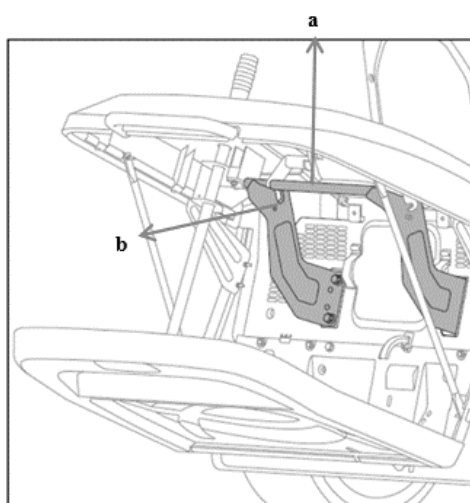

Fig.7P
2. Lungo il bordo posteriore del tosaerba, posizionare il tubo circolare (a) nella fessura di supporto a forma di U (b) dall'alto verso il basso (Fig.7P).